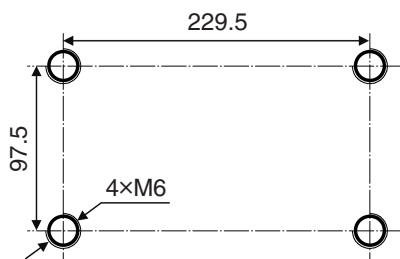

图 3.6 水平安装钻孔尺寸图
1、通过LSPD背面的4个螺纹孔,使用4个M5×25内六角圆柱头螺钉(配弹、平垫),将①中间转接支架、③绝缘套筒、④绝缘垫圈固定到LSPD上。
2、使用4个M5×12内六角圆柱头螺钉(配弹、平垫),将②水平安装支架固定到①中间转接支架上。
3、使用4个M6×16内六角圆柱头螺钉(配弹、平垫),将②水平安装支架安装到期望的位置,钻孔尺寸见图3.6。